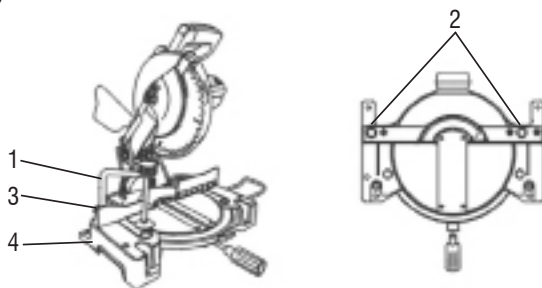

Fig. 9 - Instalando a haste de fixação da peça
- 1 – Solte o parafuso (3), Fig. 9;
- 2 – Coloque a haste de fixação (1) no furo (2);
- 3 – Aperte o parafuso (3).